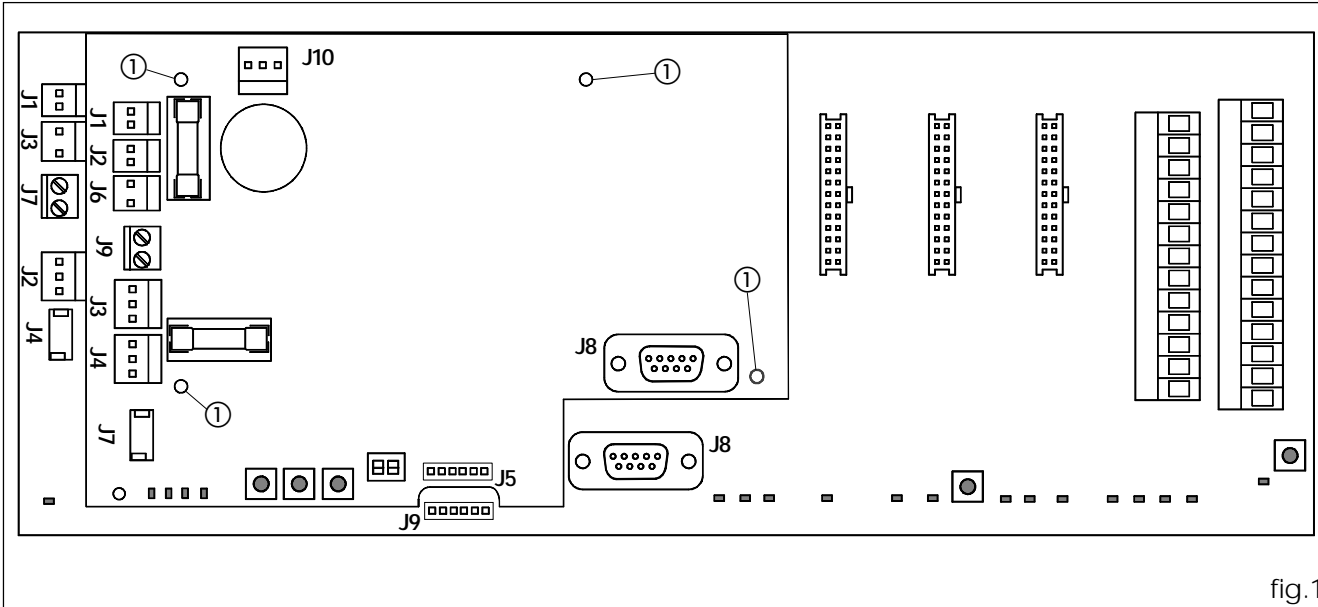

fig.1
Las puertas 940 de doble motor ensambladas se entregan con la tarjeta del segundo motor ya cableada. En caso de puertas en kit, monte la segunda tarjeta utilizando los separadores suministrados en dotación, colocándolos en la tarjeta 940SDM en coincidencia con los orificios, tal y como se indica en la fig. 1 rif. ①.